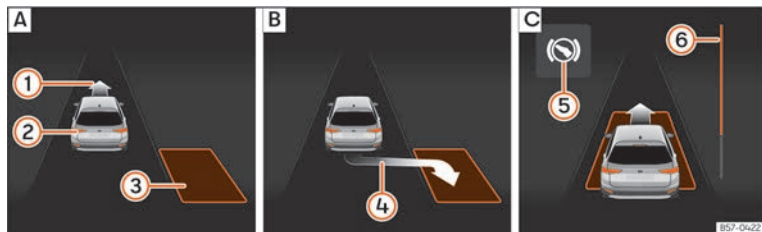
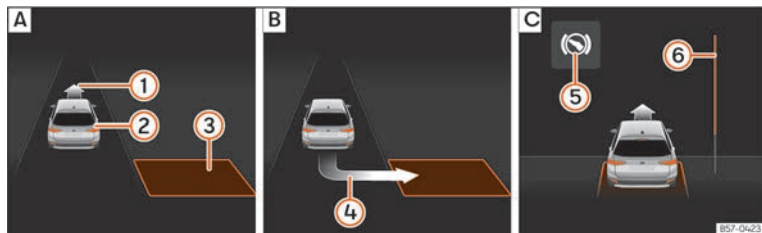

Fig. 199 Sur l'écran du combiné d'instruments : stationner en créneau. [A] Chercher une place de stationnement. [B] Position de stationnement. [C] Manœuvrer.
Fig. 200 Sur l'écran du combiné d'instruments : stationner en bataille. [A] Chercher une place de stationnement. [B] Position de stationnement. [C] Manœuvrer.
- Regardez sur l'affichage de l'écran du combiné d'instruments si la place « appropriée » a été détectée et si la position correcte pour stationner »» fig. 199 [B] ou »» fig. 200 [B] a été atteinte. La place sera considérée com-
- Reculer jusqu'à ce que retentisse le signal continu du ParkPilot ; **OU** : reculez jusqu'à ce que l'indication de passer en marche avant » » fig. 199 [C] ou » » fig. 200 [C] apparaisse à l'écran du combiné d'instruments ; **OU** : reculez jusqu'à ce que le message **Park Assist terminé** apparaisse à l'écran du combiné d'instruments. La barre de progression ⑥ indique la distance à parcourir » » page 302.
- Reculer jusqu'à ce que retentisse le signal continu du ParkPilot ; **OU** : avancez jusqu'à ce que l'indication de passer en marche arrière apparaisse sur l'écran du combiné d'instruments. Le système de stationnement assisté dirige le véhicule en marche avant et en marche arrière jusqu'à ce qu'il soit centré sur la place » » fig. 199 [C] ou » » fig. 200 [C].
» » fig. 199 ⑥ et » » fig. 200 ⑥ affiche symboliquement la distance relative qu'il reste à parcourir à l'écran du combiné d'instruments. Plus la distance est grande, plus la barre de progression est remplie. En circulant en marche avant, le contenu de la barre de progression diminue vers le haut, et en circulant en marche arrière, il diminue vers le bas.